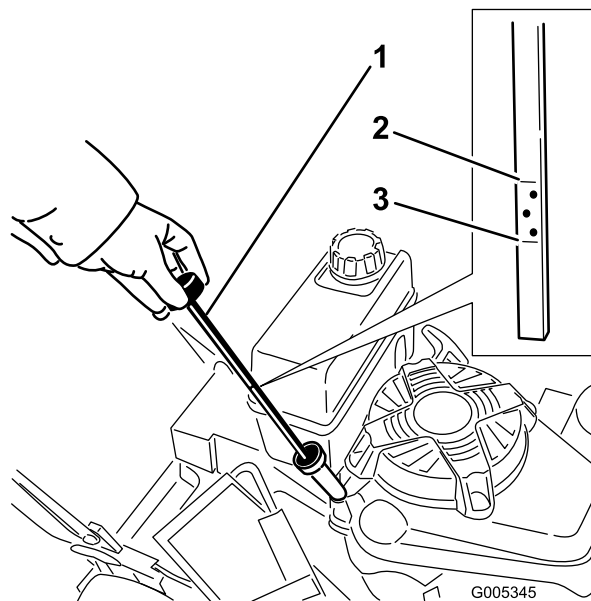

Figure 12
Avant chaque utilisation, vérifiez que le niveau d'huile arrive entre les repères maximum (Full) et minimum (Add) de la jauge (Figure 12).
2. Nettoyez la surface autour du bouchon de remplissage (Figure 12).
6. Observez le niveau d'huile indiqué par la jauge (Figure 12).